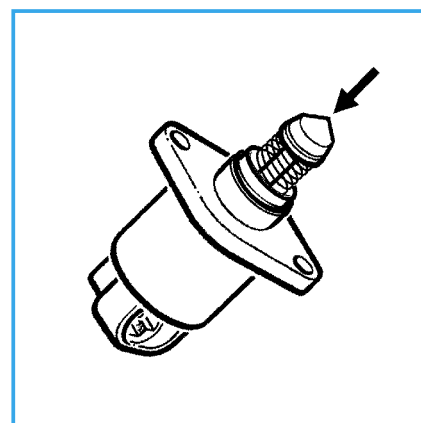

Fig 3 Motor hidráulico paso a paso
Avisos: El cono de ajuste (flecha), fig. 3 del motor hidráulico paso a paso no debe ser sacado ni de la carcasa ni tampoco del tornillo prisionero; existe el peligro de rotura.
- ejercer una ligera presión axial mediante el pulgar en la punta del cono de ajuste, fig 3; posteriormente conectar el encendido.